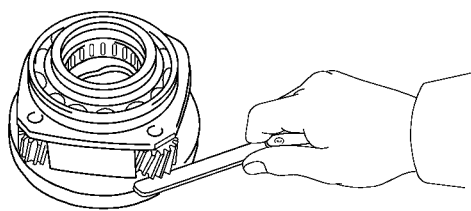

图 12-29 用塞尺测量行星小齿轮的轴向间隙
(1) 测量行星小齿轮的轴向间隙。使用塞尺测量行星小齿轮的轴向间隙，如图 12-29 所示。